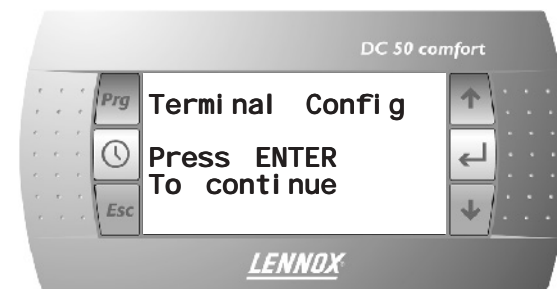

Fig. 31
- Si vuelve a pulsar aparecerá la pantalla que se muestra en la **fig. 31**.